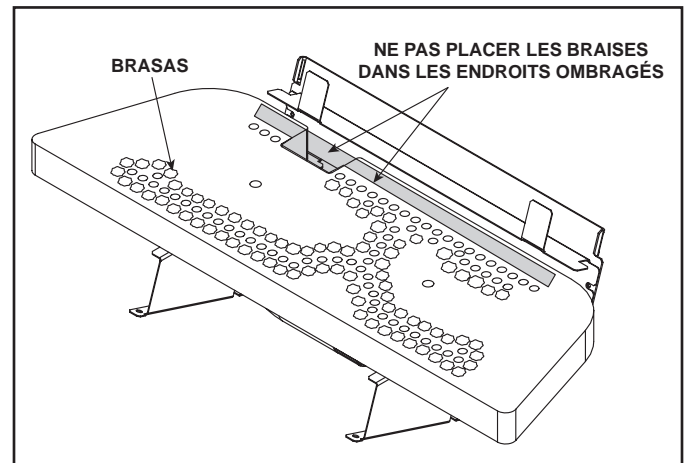

Figure 14.9 Disposition des braises
- Les braises ne peuvent être placées que dans les zones illustrées sur la figure 14.9.